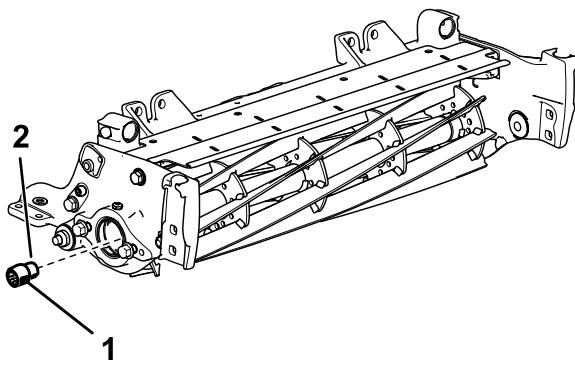

图4
3. 使用滚刀驱动轴工具零件号 TOR4112 用于 12.7cm 滚刀零件号 TOR4074 用于 17.8cm 滚刀从滚刀轴的两端卸下现有花键插入件。请参阅 图4。